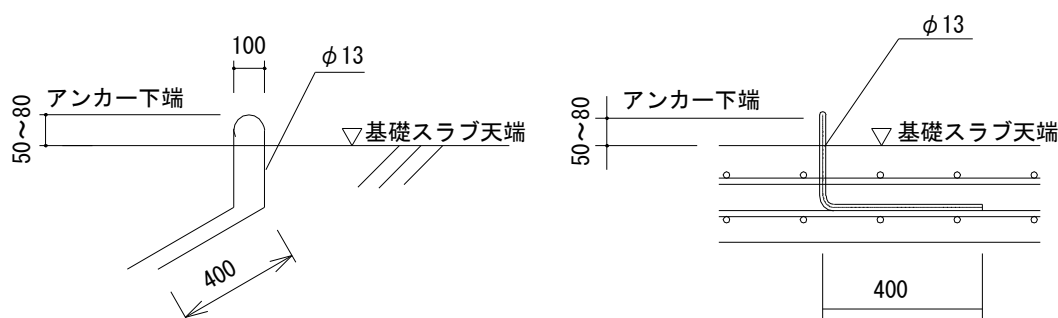

図 6 浮上防止バンドアンカー
- ・浮上防止バンドアンカーの位置は、設計図を確認してください。浮上防止バンドアンカーは、図 6 のように基礎スラブコンクリートの天端から 50～80mm 頭を出します。